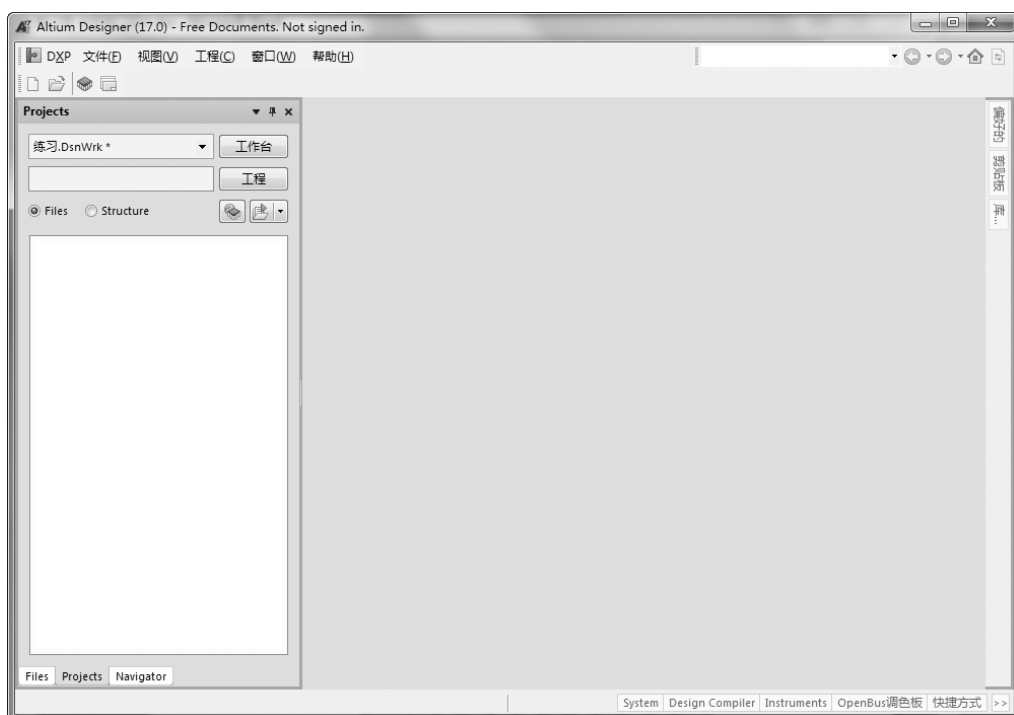

图 1-1 Altium Designer 17 的主窗口
Altium Designer 17 启动后便可进入主窗口，如图 1-1 所示。用户可以在该窗口中进行工程文件的操作，如创建新工程、打开文件等。
(1) “我的账户”命令：用于管理用户授权协议，可设置授权许可的方式和数量。单击该命令弹出“Home”选项卡，如图 1-1 右侧区域所示。